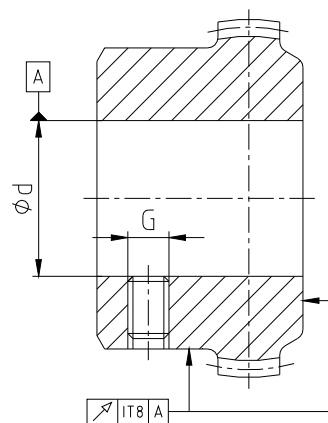

Figura 9: Exactitud de concentricidad y excentricidad
- En la ejecución del agujero del mangón (mangón de acero) por parte del cliente se debe mantener la exactitud de excentricidad axial y la concentricidad (véase figura 9).